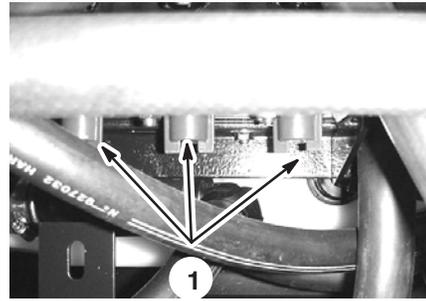

Bild 27
11. Verstellen Sie das Sicherheitsventil des Spritzgestänges (Bild 27) unter dem Spritzgestängereguliertventil für das abgestellte Spritzgestänge so lange, bis der auf dem Manometer angezeigte Druckwert dem in Schritt 8 angezeigtem Wert entspricht.